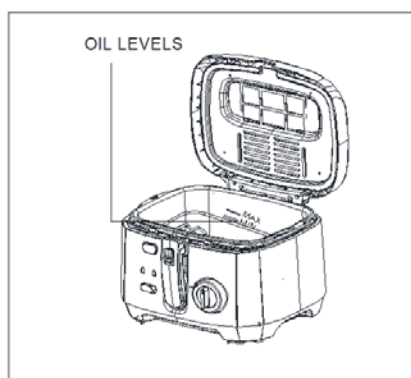

FIG.9
2. Sipajte između 2-2.5 litra ulja u fritezu. Nivo ulja mora da bude između oznaka MAX i MIN označenih na površini lonca. (FIG.9)